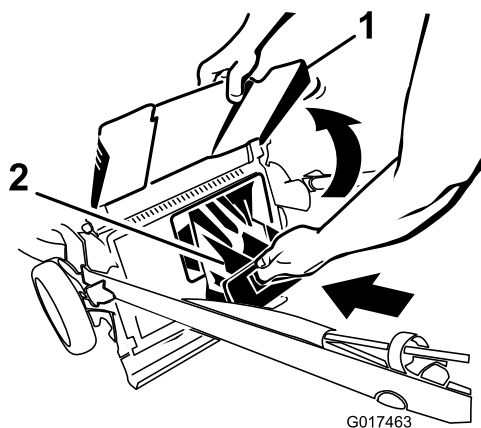

Figura 30
4. Instale el tapón de descarga trasera (Figura 30).